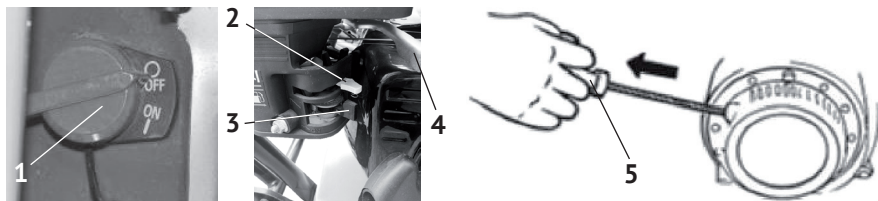

рис.3
- перевести выключатель зажигания (рис.3 поз.1) в положение «Включено» (ON);
- рычаг воздушной заслонки (рис.3 поз.2) перевести в крайнее левое положение «закрыто» при пуске холодного двигателя (для прогретого двигателя рычаг устанавливается в промежуточном положении);
- кран подачи топлива (рис.3 поз.3) повернуть вправо в положение «Включено» (ON);
- перевести рычаг дроссельной заслонки (рис.3 поз.4) приблизительно на 1/3 её хода от положения «Черепаша» к положению «Заяц»;
- медленно потяните за рукоятку стартера (рис.3 поз.5) до появления сопротивления, а затем резким движением вытяните трос на всю длину. Повторите
- перевести рычаг дроссельной заслонки (рис.3 поз.4) в положение «Черепашка» и дать двигателю поработать на холостых оборотах для охлаждения агрегатов.
- повернуть выключатель зажигания (рис.3 поз.1) в положение «Выключено» (OFF);
- перевести топливный кран (рис.3 поз.3) в положение «Выключено» (OFF).